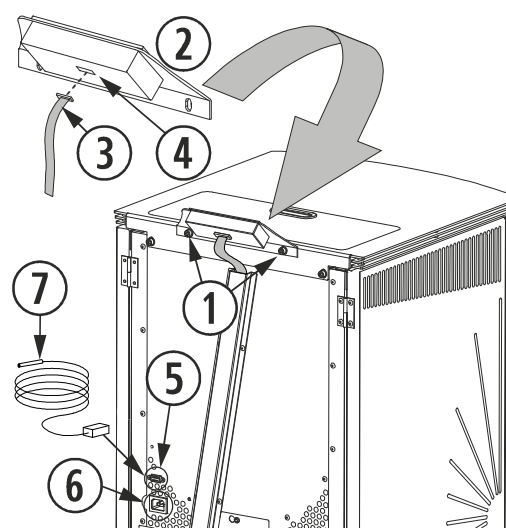

Figura 8
Debemos ajustar los tornillos que fijan el soporte a la estufa (①), tal y como se indica en la *figura 8*, conectar la cinta plana de conexión del teclado (③), que está situada en la parte trasera sujeta con una cinta adhesiva y conectarla en la parte trasera del teclado (④), sólo tiene una posición de conexionado.